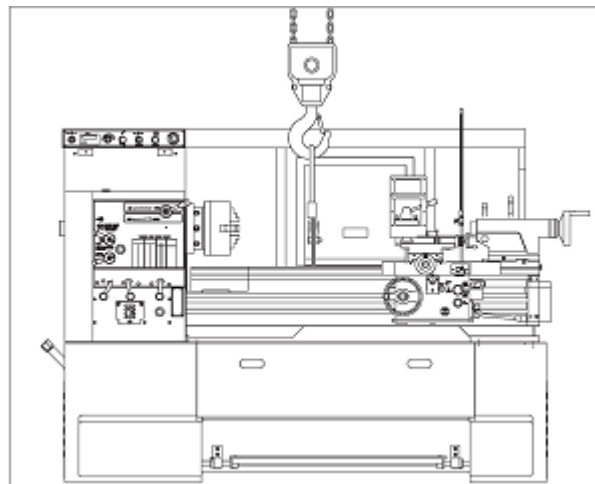

Рис. 11. Перемещение станка с помощью крана.
6. **Подъем станка с помощью крана (Рис. 11):**